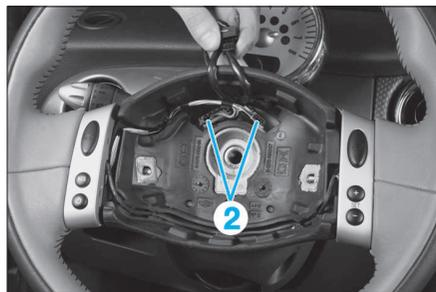

FIG. 11
- Déposer le module d'airbag en veillant à débrancher les connecteurs (2) (Fig.11).